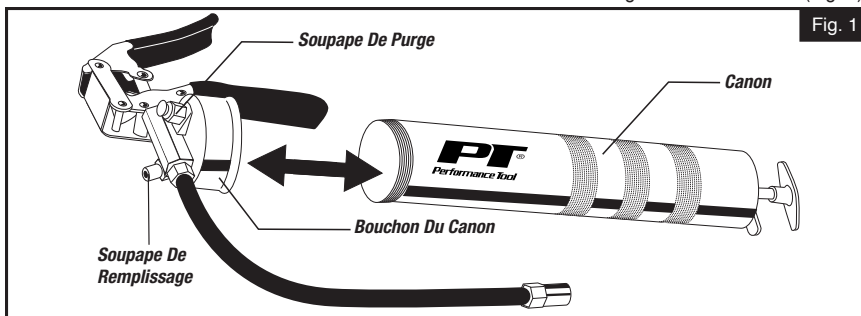

Fig. 1
1. Rotating counter clockwise, unscrew Head Cap from gun Barrel. (Fig. 1)
1. Dévissez le bouchon du canon en tournant dans le sens inverse des aiguilles d'une montre. (Fig. 1)
1. Desatornille la tapa del barril de la pistola girando en dirección opuesta a las manecillas del reloj. (Fig. 1)